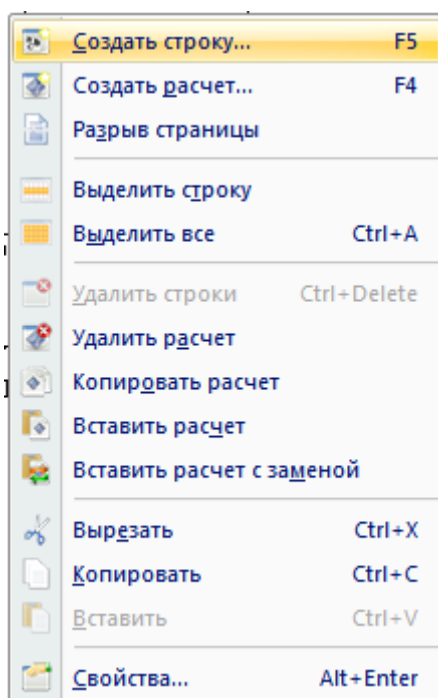

Рис. 1.12 Контекстное меню
**Контекстное меню** служит для получения быстрого доступа к часто используемым командам и относится к активным объектам (строка, ячейка) (рис. 1.12).